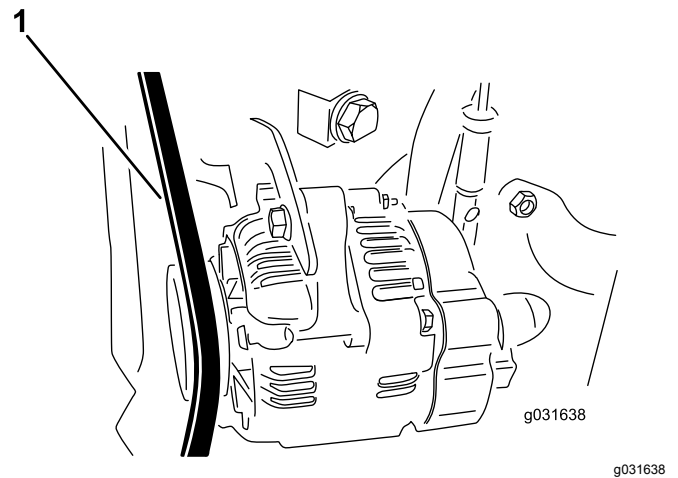

図 62
2. プーリとプーリの中間部でベルトを指で0.25kg程度の力で押して点検する 図 62。